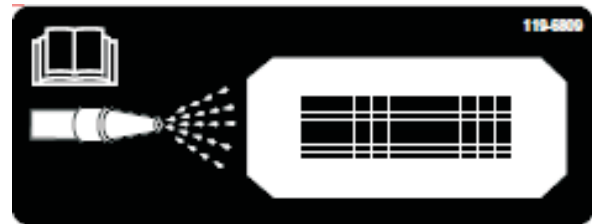
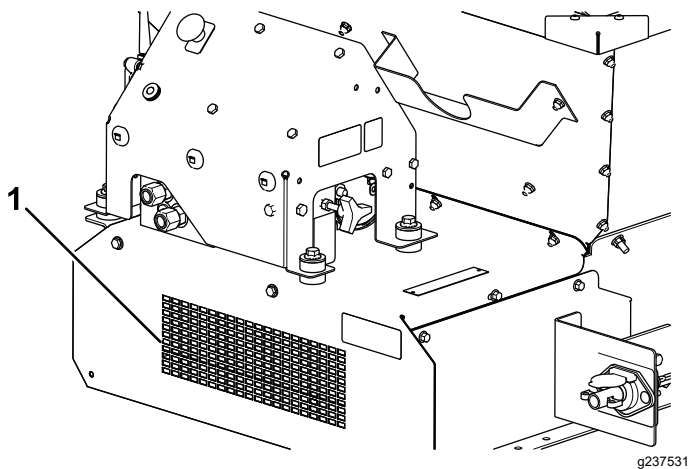

図 62
図 63
11. 機体の前部に清掃ステッカー **図 62** が貼付されているステッカーに描かれているように、水道ホースを使って前ガードのメッシュから水を掛け、腹板に残っている資材を完全に流し出す **図 63**。